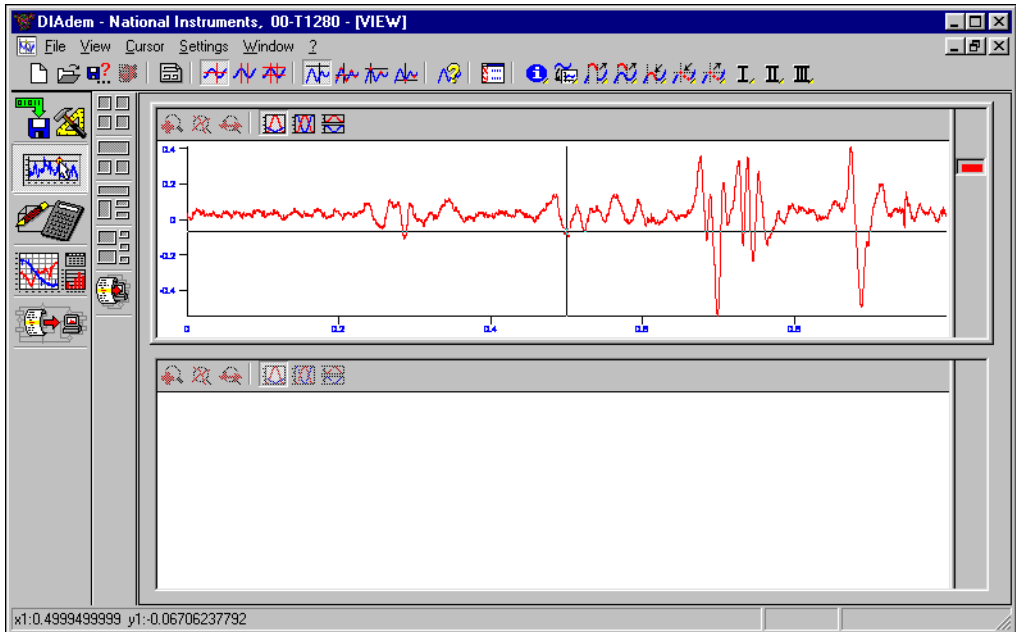

図 4-3 DIAdem VIEW の結果表示
7. 両方のダイアログボックスで **OK** を選択します。図 4-3 は結果のグラフです。